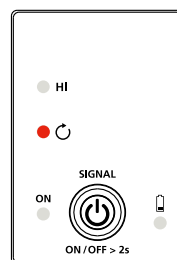

Figura 4.12b: Indicador do Transmissor a mostrar sinal no modo Circuito Fechado
2. Pressione brevemente o botão Ligar/Desligar para selecionar o modo de Circuito Fechado no Transmissor (o LED vermelho de CIRCUITO FECHADO irá acender). O modo de pinça gera um sinal de 6 kHz amplificado que permite obter melhores resultados de localização. O visor no transmissor deverá ser apresentado tal como na Figura 4.12b.